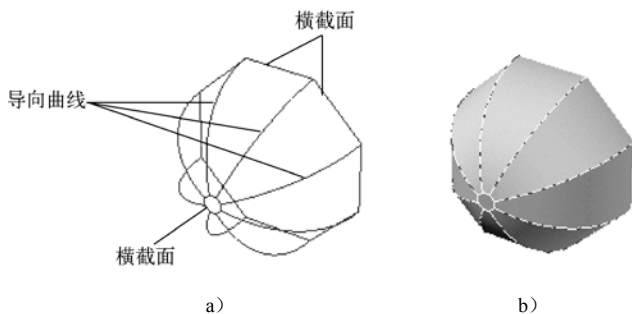

图 9-60 以导向曲线连接横截面的放样实例
- “导向 (G)”: 该选项主要用于指定控制放样实体或曲面形状的导向曲线。所述的导向曲线是直线或曲线, 可以通过将其他线框信息添加至对象来进一步定义实体或曲面的形状。可以使用导向曲线来控制点如何匹配相应的横截面以防止出现不希望看到的效果(如结果实体或曲面中的皱褶)。可以为放样曲面或实体选择任意数量的导向曲线。以导向曲线连接横截面的放样实例, 如图 9-60 所示。